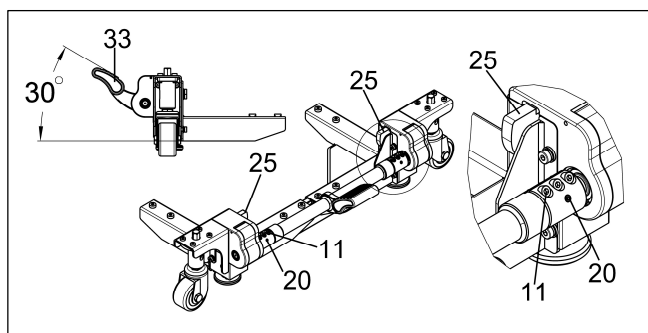

图 10
f.将两个凸轮“25”向上转至极限位置；再将踏板“33”转至与地面夹角为 30°，旋紧紧固件“11”、“20”。(见图 10)
b.踩下踏板“33”，若踏板“33”下底面与地面距离很小，无法抬起踏板，请松开图 10 所示紧固件“11”、“20”，然后向上旋转踏板“33”至合适位置，最后旋紧紧固件“11”、“20”。（见图 10）